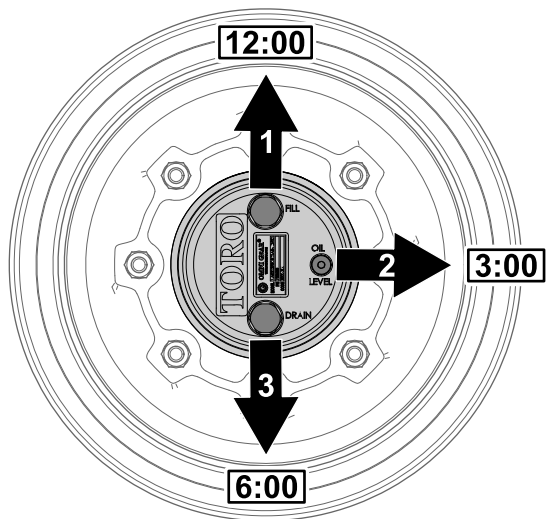

図 65
1. 水平な床面で、補給プラグが時計の 12 時の位置、点検プラグが 3 時、ドレンプラグが 6 時の位置を指すように駐車する 図 65。
2. 3 時の位置にある点検プラグを外す 図 65。
1. 水平な床面で、補給プラグが時計の 12 時の位置、点検プラグが 3 時、ドレンプラグが 6 時の位置を指すように駐車する 図 65 **プラネタリギアオイルの点検 (ページ 56)** を参照。